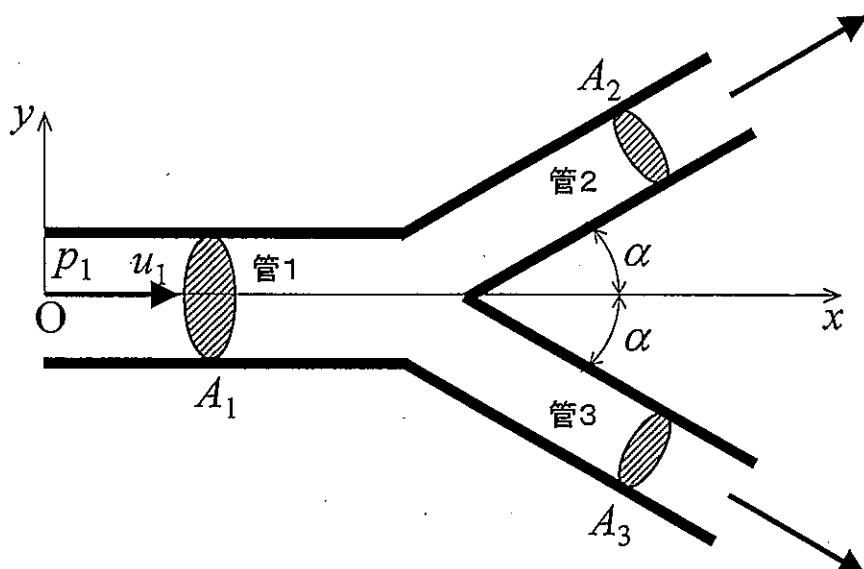

図 2-1
I. 図 2-1 に示すような分岐部を持つ円管から大気中に液体が流出している系を考える。図に示すように、管 1 は分岐部で、図中  $x$  方向に対して、 $x-y$  平面内で角度  $\alpha$  傾いた 2 つの管（管 2, 管 3）に分岐する。液体の密度を  $\rho$  とする。管 1 の流入部の圧力は、ゲージ圧で  $p_1$  となっている。管 1～3 の断面積をそれぞれ  $A_1, A_2, A_3$  とする。損失の影響を無視して、以下の設問に答えよ。
(1) 管 1 の流入部における流速  $u_1$  を求めよ。
(2) 図 2-1 に示された分岐管にかかる  $x$  方向の力  $F_x$  を求めよ。